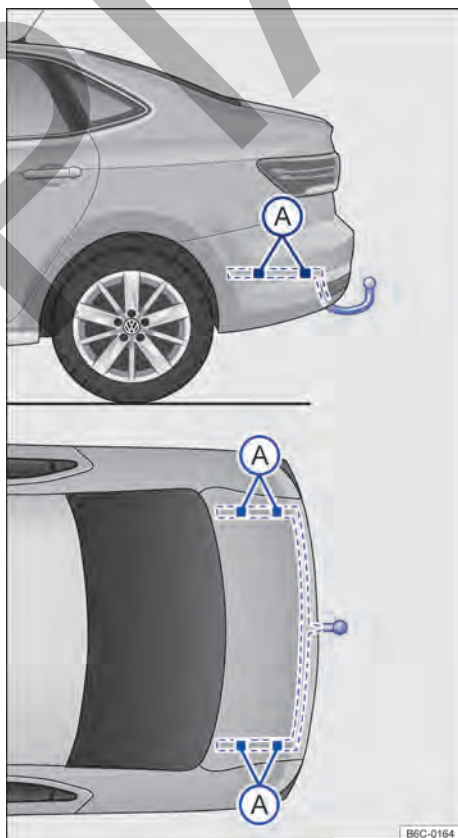

Fig. 115 Puntos de fijación para el montaje posterior de un enganche para remolque. ▶
La figura → fig. 115 muestra, por ejemplo el punto de fijación para el montaje de un enganche para remolque del modelo Virtus.
El montaje posterior de un enganche para remolque se deberá realizar siguiendo las instrucciones del respectivo fabricante del enganche, siempre respetando los puntos de fijación indicados en la → fig. 115 (A).